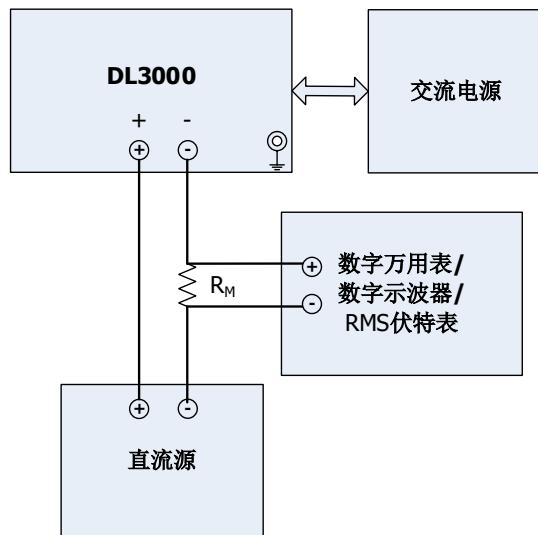

图 2-1 恒流测试连接
执行测试之前, 请根据所在国家的市电电压值, 通过电子负载后面板“电压选择器”选择合适的电压(本手册中的测试均以选择 230 Vac 为例)。在常温(25°C左右)状态下, 使用“**推荐的测试设备**”一节所推荐的设备按图 2-1 所示进行连接。测试过程中, 请根据电子负载后面板“电压选择器”已选择的电压设置交流电源的电压值。
1. 关闭 DL3031A, 按照图 2-1 所示连接 DL3031A、交流电源、直流源、电流采样电阻 (阻值 R_M 为 0.01 Ω) 和数字万用表 (请注意电流采样电阻与 DL3031A 的通道输入端子和数字万用表的连接方法), 并使用 USB 数据线通过电子负载后面板的 USB DEVICE 接口将电子负载与计算机相连。